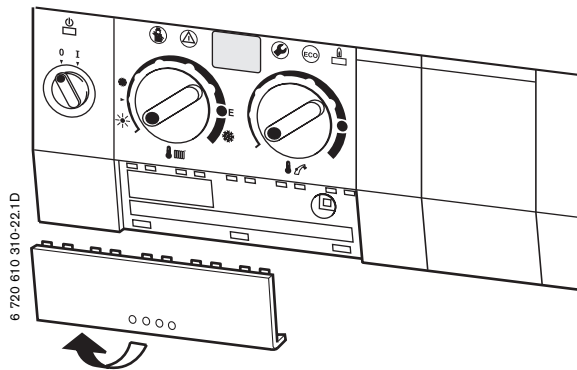

Fig. 18
- Pour une protection contre les projections d'eau (IP), toujours choisir un trou passe-câble de diamètre correspondant à celui du câble.
- ▶ Ouvrir le boîtier de commutation, page 21, figures 18 et 19.